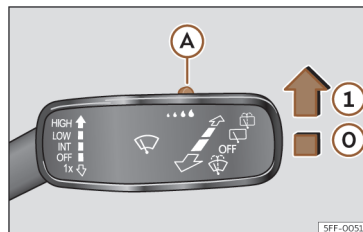

Fig. 110 Manípulo do limpa-vidros: ajustar o sensor de chuva .
Pressione a alavanca até à posição desejada >>> **Fig. 110.**
- ⑥ Sensor de chuva desativado.
- ① Sensor de chuva ativo; varrimento automático se necessário.
- ④ Ajustar a sensibilidade do sensor de chuva:
Depois de desligar a ignição e de voltar a ligá-la, o sensor de chuva permanece ativo e funciona de novo quando o limpa-vidros está na posição >>> **Fig. 110 ①** e se circula a mais de 16 km/h (10 mph).